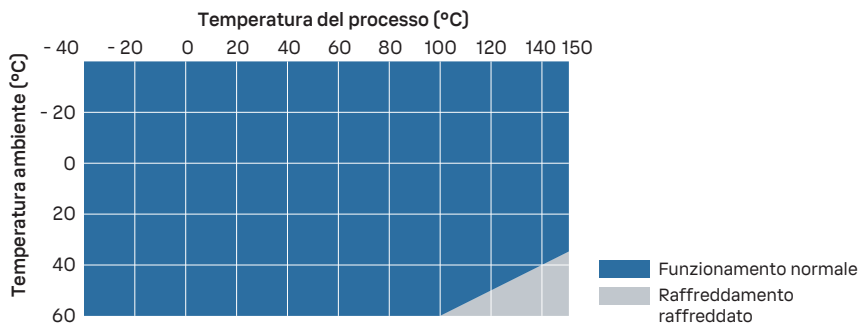

Figura 26 Temperatura di processo e raffreddamento consigliato
- Utilizzare un raffreddamento aggiuntivo in base a Figura 26 \(pagina 137\). Si noti che i valori in figura sono indicativi. Il raffreddamento richiesto dipende dal luogo di installazione e dall'ambiente.